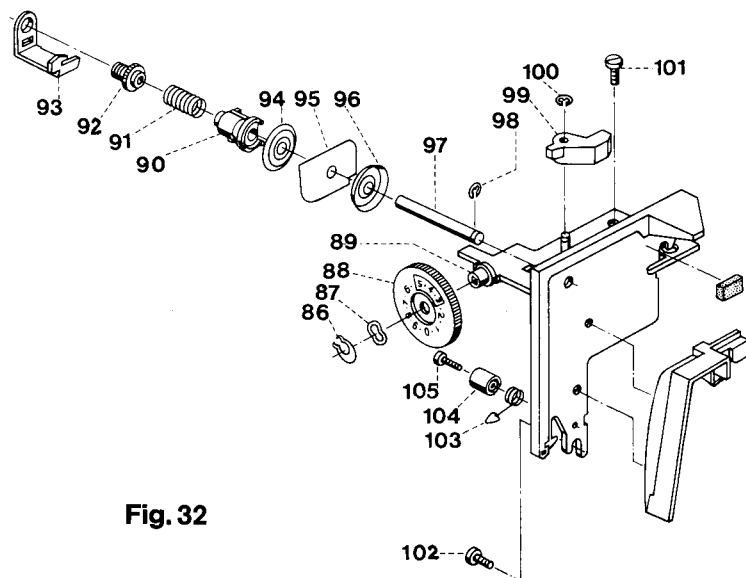

Fig. 32
- Den Klemmring 86 abnehmen (siehe Abb. 32).
- Remove circlip 86 (Fig. 32).
- Enlever le circlip 86 (fig. 32).